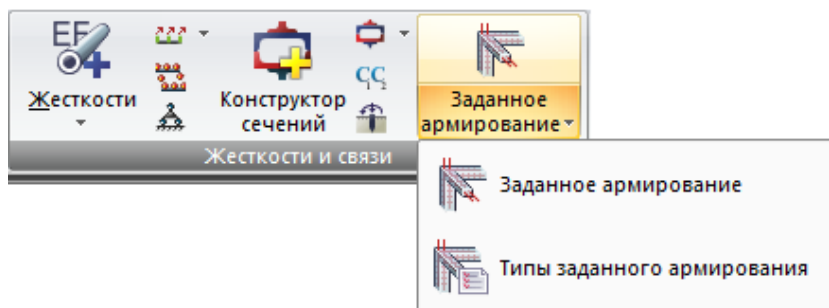

Рис. 34. Раскрывающийся список **Заданное армирование**
**Типы заданного армирования** (рис. 34) – раскрывающийся список с заменой, содержащий операции по заданию и корректировке параметров арматурных стержней и их расположение в сечении элемента.